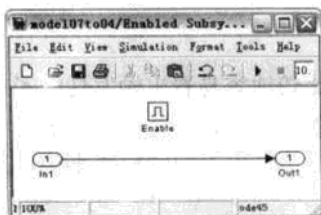
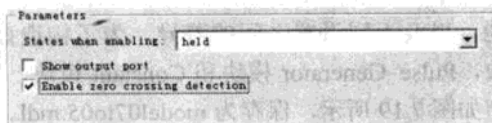

图 7.16 Enabled Subsystem 子系统模块
图 7.17 Enable 参数对话框
- (1) Pulse Generator 模块参数设置。其中 Amplitude 为 1, Period 为 1, Pulse Width 为 50, Phase delay 为 0。
- (2) Sine Wave 模块参数设置。其中 Amplitude 为 1, Bias 为 0, Frequency 为 1, Phase delay 为 0, Sample time 为 0。
- (3) Constant 模块参数。其中 Constant value 为 0.5;
- (4) Gain 模块参数。其中 Gain 为 -1。
- (5) Enabled Subsystem 模块和 Enabled Subsystem1 模块采用同样的设置。双击则弹出如图 7.16 所示窗口, 然后双击 Enable 模块, 弹出如图 7.17 所示对话框。